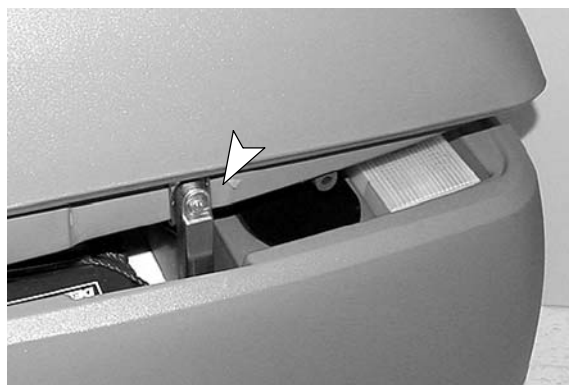

РИС. 34
4. Для поддержания вентиляции во время зарядки положите бак утилизации на опорную стойку (Рисунок 34).